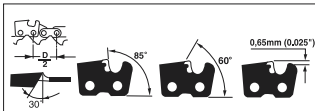

Abb. 24
**KETTE SCHÄRFEN** - Die Teilung der Kette (Abb. 24) beträgt 3/8 Zoll LoPro x 0,050 Zoll.
Schärfen Sie die Spitzen nur mit nach außen gerichteten Bewegungen (Abb. 25) und beachten Sie die Werte gemäß Abb. 24.